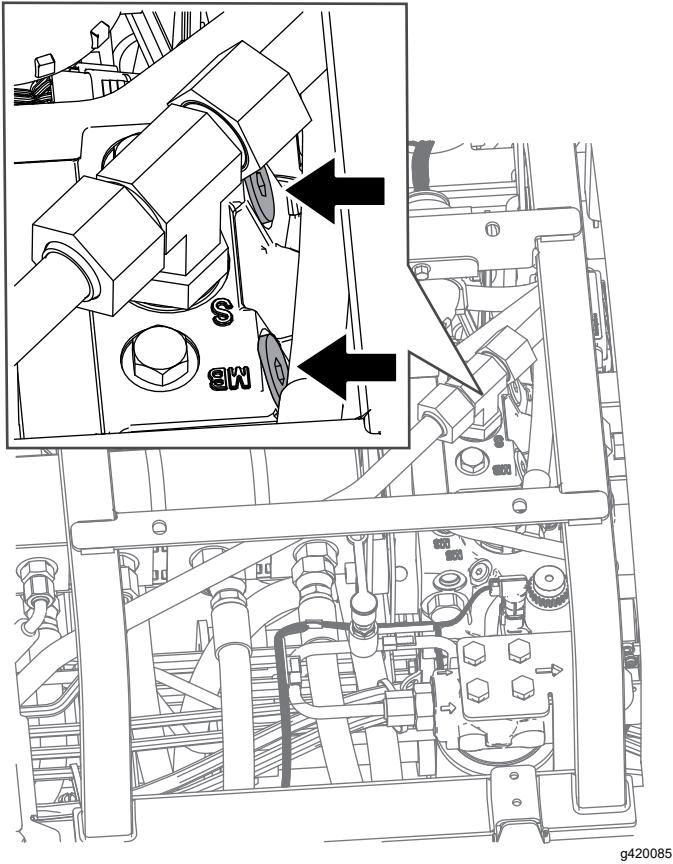

Figure 58
2. Localisez la vanne de dérivation sous le siège et au sommet de l'hydrostat (Figure 58).